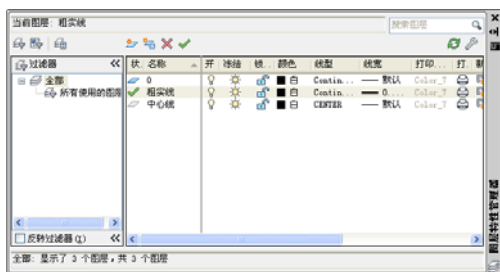

图 7-90 新建图层
- 02** 单击按钮，打开【图层特性管理器】对话框，新建图层并设置线型，如图 7-90 所示。